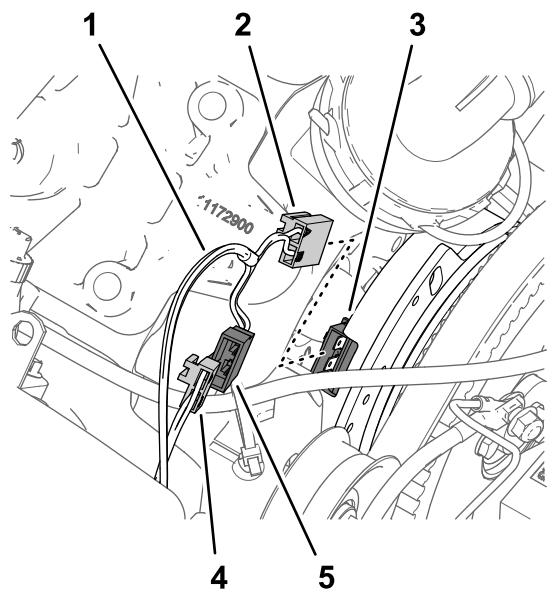

Bild 169
3. Stecken Sie den 2-Buchsen-Stecker des Kitkabelbaums, der mit PUMP CLUTCH beschriftet ist, in den 2-Stift-Stecker der Lichtmaschine (Bild 169).